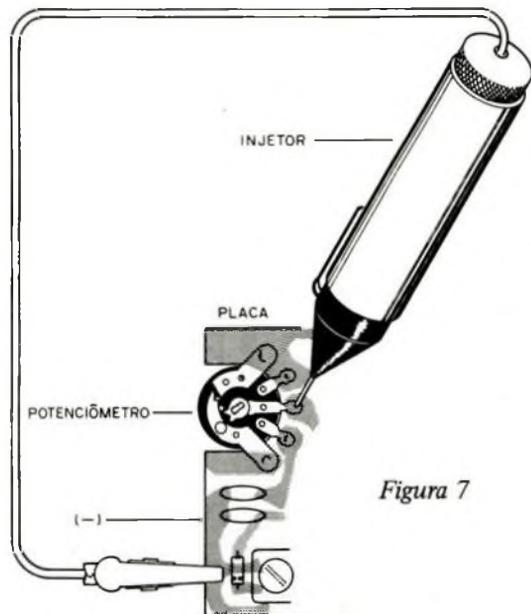

Figura 7
b) Constatada a alimentação do rádio, mas a falta de sinal, o primeiro ponto em que aplicaremos o sinal do injetor é no terminal central do potenciômetro de controle de volume, conforme a ligação mostrada na figura 7.